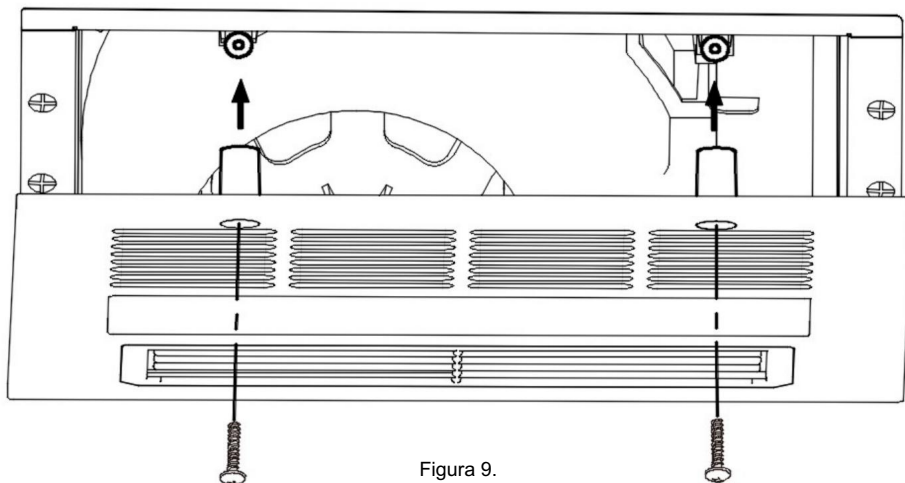

Figura 9.
10. Alinee los dos tornillos de la rejilla con los dos tornillos de la carcasa del ventilador, empuje la rejilla hasta que quede a nivel con el techo y, por último, fíjela con dos tornillos M4x12 (consulte la figura 9).